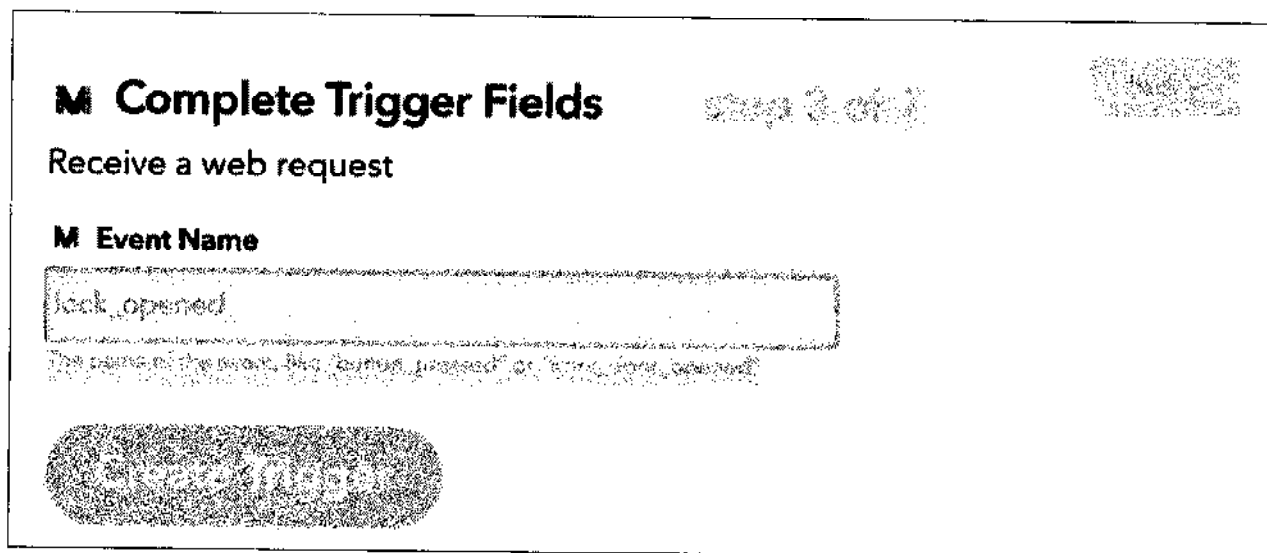

Рис. 8.9. Задаем имя триггерного события
3. В качестве триггерного события введите `lock_opened` (рис. 8.9).